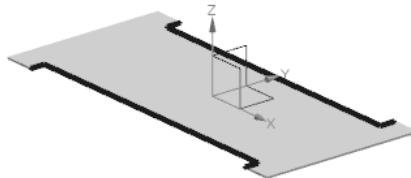

图 4.8.4 “法向除料”特征 1
Step3. 创建图 4.8.4 所示的“法向除料”特征 1。选择下拉菜单 **插入(S)** → **切削(D)** → **法向除料(N)...** 命令，系统弹出“法向除料”对话框；在“法向除料”对话框**类型**区域的下拉列表中选择**草图**选项，单击**草图**按钮，系统弹出“创建草图”对话框；选取 XY 基准平面为草图平面，取消选中**设置**区域的**创建中间基准 CSYS**复选框，单击**确定**按钮，